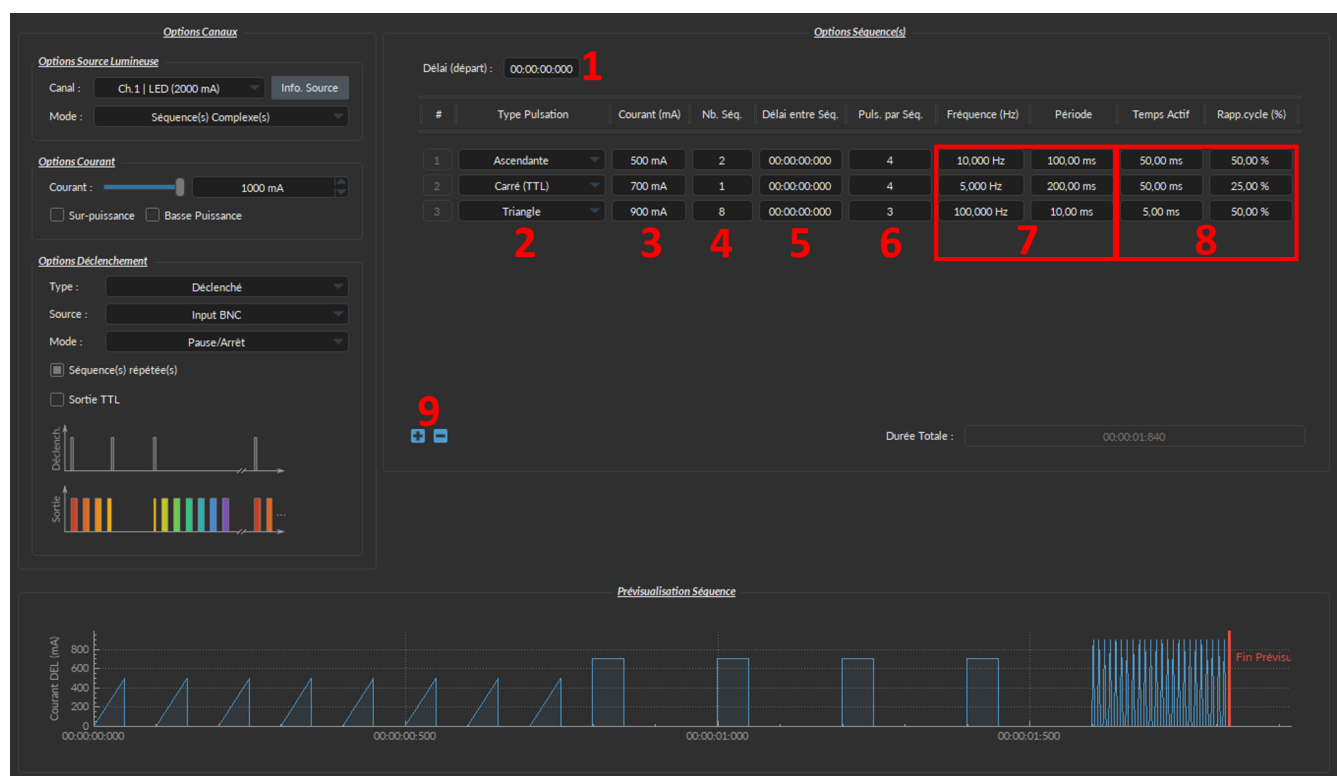

Figure 4.18 – Fenêtre de configuration du canal de la source lumineuse, Mode Séquences complexes
1. Le **Délai (départ)** (Fig. 4.18) définit le délai (au format hh:mm:ss:zzz) avant la première séquence d'impulsions.
2. Le **Types Pulsation** (Fig. 4.18) définit le type d'impulsion. Les impulsions peuvent être Carrées (**Carré (TTL)**), triangulaires (**Triangle**), rampes ascendante (**Ascendante**), rampes descendante (**Descendante**) ou des délais (**Délai**). Le type d'impulsion **Délai** est utilisé pour créer un délai entre différentes séquences.
3. Le **Courant (mA)** (Fig. 4.18) définit le courant maximum (en mA) pour la séquence donnée.
4. Le **Nb Séq.** (Fig. 4.18) définit le nombre de fois que la séquence sera répétée, avec un minimum de 1.
5. Le **Délai entre Séq.** (Fig. 4.18) fixe le délai (au format hh:mm:ss:zzz) entre chaque séquence si le **Nb Séq.** est supérieur à 1.
6. Le **Puls. par Séq.** (Fig. 4.18) définit le nombre d'impulsions par séquence, avec un minimum de 1.
7. La **Fréquence/Période** (Fig. 4.18) définit la fréquence (en Hz) ou la période (en ms) pour la séquence d'impulsions. Ces deux valeurs sont liées, et lorsque l'une est modifiée, l'autre s'ajustera automatiquement. Par exemple, un signal à 10 Hz (fréquence) produira une impulsion toutes les 100 ms (période), tandis qu'une séquence d'impulsions à 0,5 Hz (fréquence) produira une impulsion toutes les 2000 ms (période).
8. Le **Temps Actif/Rapport Cyclique** (Fig. 4.18) définit le temps (en ms) ou le rapport cyclique (en %) pour chaque impulsion. Ces deux valeurs sont liées, et lorsque l'une est modifiée, l'autre s'ajustera automatiquement. Le **Temps Actif** doit être inférieur à $(1/\text{fréquence}) + 0,005$ ms, tandis que le **Rapport Cyclique** doit être inférieur à 100 %.
9. Les **Contrôles de séquence** (Fig. 4.18) permettent l'ajout (+) ou la suppression (-) de séquences dans la feuille de calcul.
10. La **Durée Totale** (Fig. 4.18) affiche la durée totale de l'expérience. La valeur peut être *Inf* pour infini, une valeur de temps valide ou, *Err* si la valeur de **Temps Actif** est supérieure à $1/\text{fréquence}$.